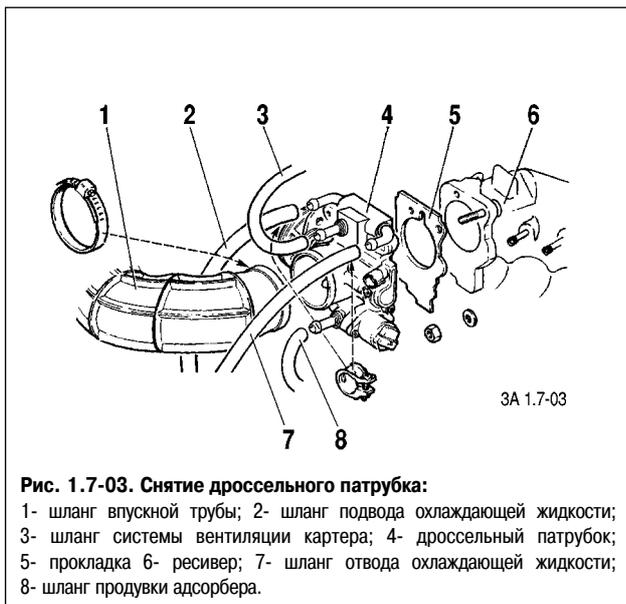

Рис. 1.7-03. Снятие дроссельного патрубка:
3. Отсоединить шланг 3 (рис. 1.7-03) системы вентиляции картера и шланг 8 продувки адсорбера.